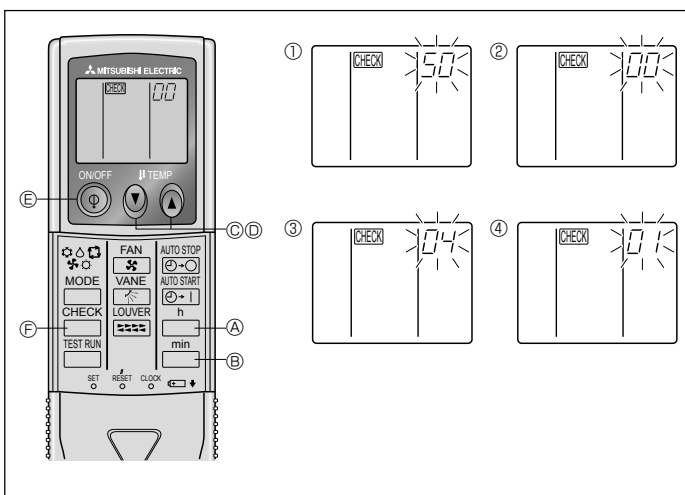

Fig. 6-10
- ⑧ PDrücken Sie die **MODE**-Taste E , und die Betriebsart- und Einstellnummern (I) und (II) werden stetig (nicht-blinkend) angezeigt, und die vorgenommenen Einstellungen können überprüft werden.
- ⑨ Die Tasten **FILTER** A und **TEST RUN** B gleichzeitig drücken und mindestens zwei Sekunden lang gedrückt halten. Das Funktionswahlbild verschwindet kurzzeitig, und die Anzeige Klimaanlage OFF erscheint.
2) Für die drahtlose Fernbedienung (Fig. 6-10)